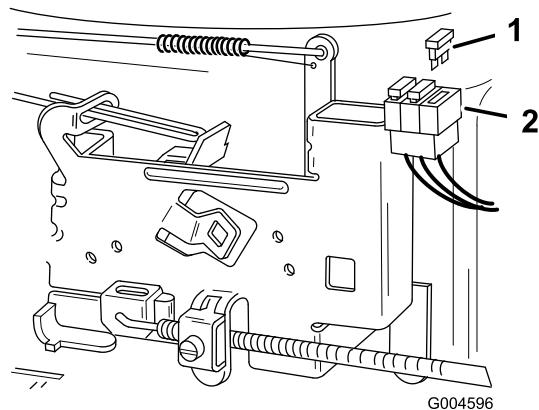

Figure 31
1. Pour remplacer un fusible, tirez dessus pour l'enlever de son emplacement (Figure 31).